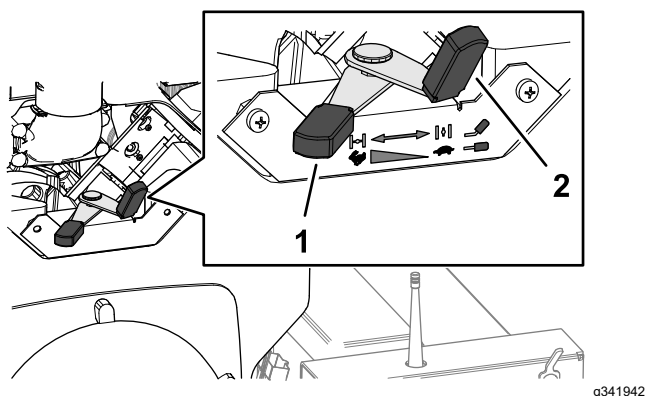

Figura 17
2. Antes de ligar um motor frio, desloque a alavanca do ar (Figura 17) para a posição LIGAR.